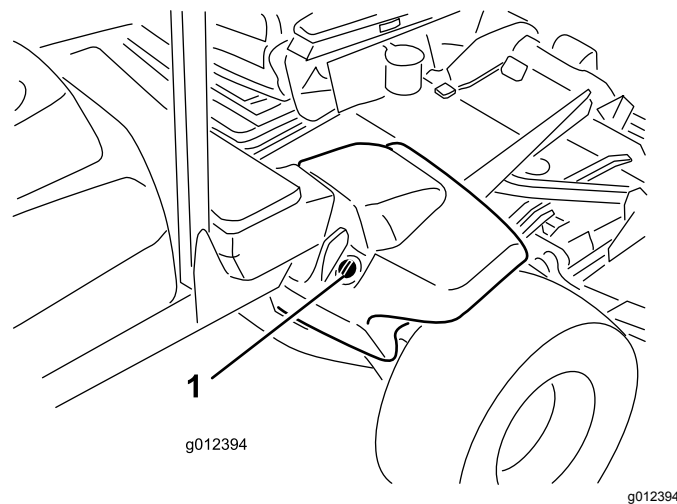

Figura 17
2. Pulite attorno al collo del bocchettone e del tappo del serbatoio idraulico (Figura 17). Togliete il tappo dal collo del bocchettone.